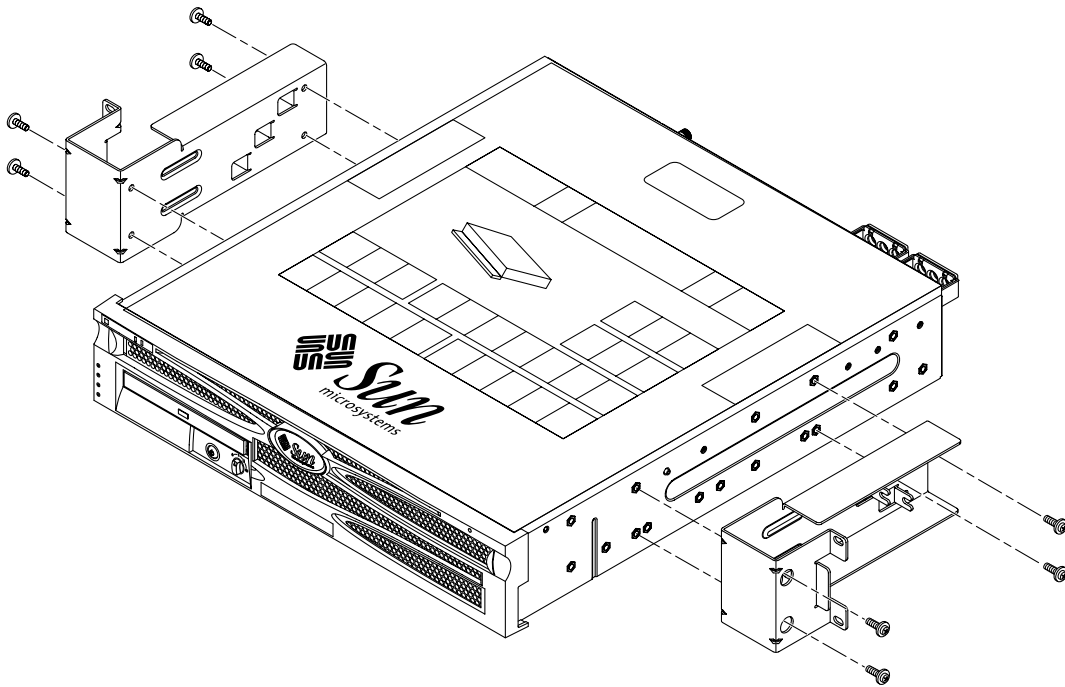

图 3-24 将侧托架固定到服务器两侧
2. 用八颗 M5 × 10 SEM 螺钉（每个侧托架用四颗），将这两个侧托架分别固定到服务器两侧（图 3-24）。